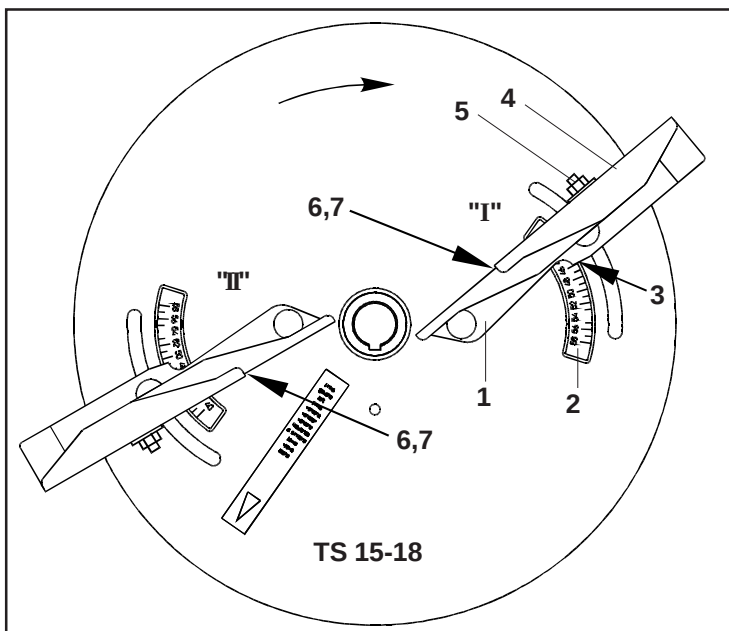

Fig. 7.12
- Afleeskant (fig. 7.12/7) van schoep "I" op letter "B" instellen en buitenste gedeelte van de schoep vastzetten. Schoep "I" naar getal "51" verdraaien en vastzetten.
- Afleeskant (fig. 7.12/7) van schoep "II" op letter "E" instellen en buitenste gedeelte van de schoep vastzetten. Schoep "II" naar getal "42" verdraaien en vastzetten.